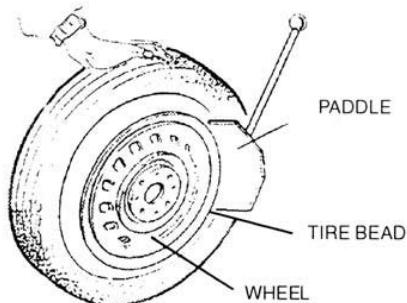

рис.5
1) ВНИМАНИЕ: Перед выполнением данного этапа полностью спустите воздух из шины, вывернув золотник, и уберите с колеса балансировочные грузы. 2) Полностью сведите кулачки на монтажном столе. 3) Отведите лопату отжима покрышки наружу вручную. Установите колесо напротив резинового буфера. Подведите лопату к покрышке на расстоянии 10 мм от края обода (см. рис. 5). 4) Нажмите педаль отжима до упора, для приведения в действие лопаты. Отпустите педаль, когда лопата переместиться до конца хода или когда покрышка сместиться во внутреннее углубление обода. 5) Немного поверните шину и повторите процедуру по всей окружности обода, пока покрышка не отойдет полностью от обода. 6) Повторите вышеописанное с другой стороной шины/колеса.